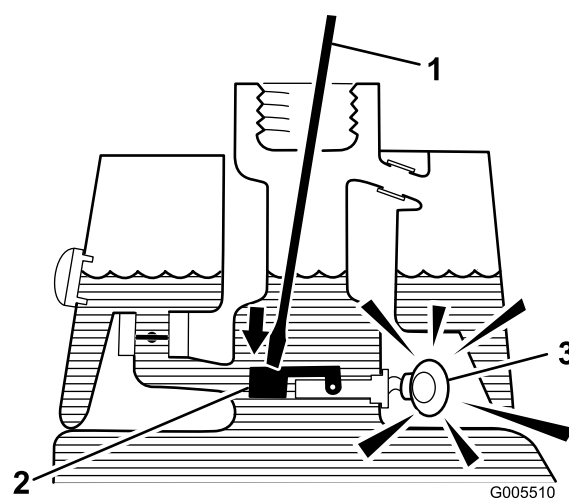

図 41
3. 汚れのついていない鉄の棒やねじ回しなどをタンクの首から差し込んで、スイッチのフロート 図 41 を押し下げる一秒後にアラームがなれば正常。